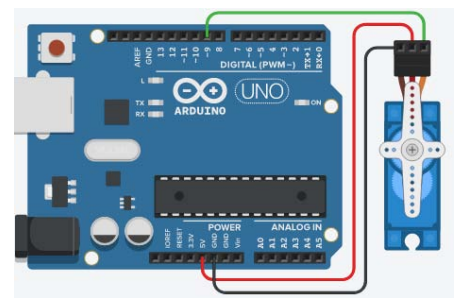

Figure 3
- 10) Commande d'un servomoteur (Figure 3) avec visualisation sur oscilloscope du signal de commande.